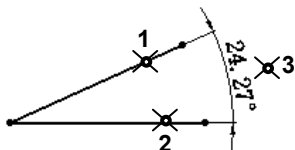
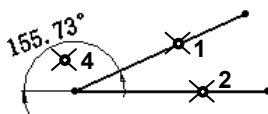

图 4.9.9 两条直线间角度的标注——锐角
图 4.9.10 两条直线间角度的标注——钝角
Step2. 选择下拉菜单 **工具(T)** → **尺寸(S)** → 智能尺寸(S) 命令 (或在“尺寸/几何关系”工具栏中单击 按钮)。
Step3. 分别在两条直线上选取点 1 和点 2；单击位置 3 放置尺寸 (锐角, 如图 4.9.9 所示), 或单击位置 4 放置尺寸 (钝角, 如图 4.9.10 所示)。